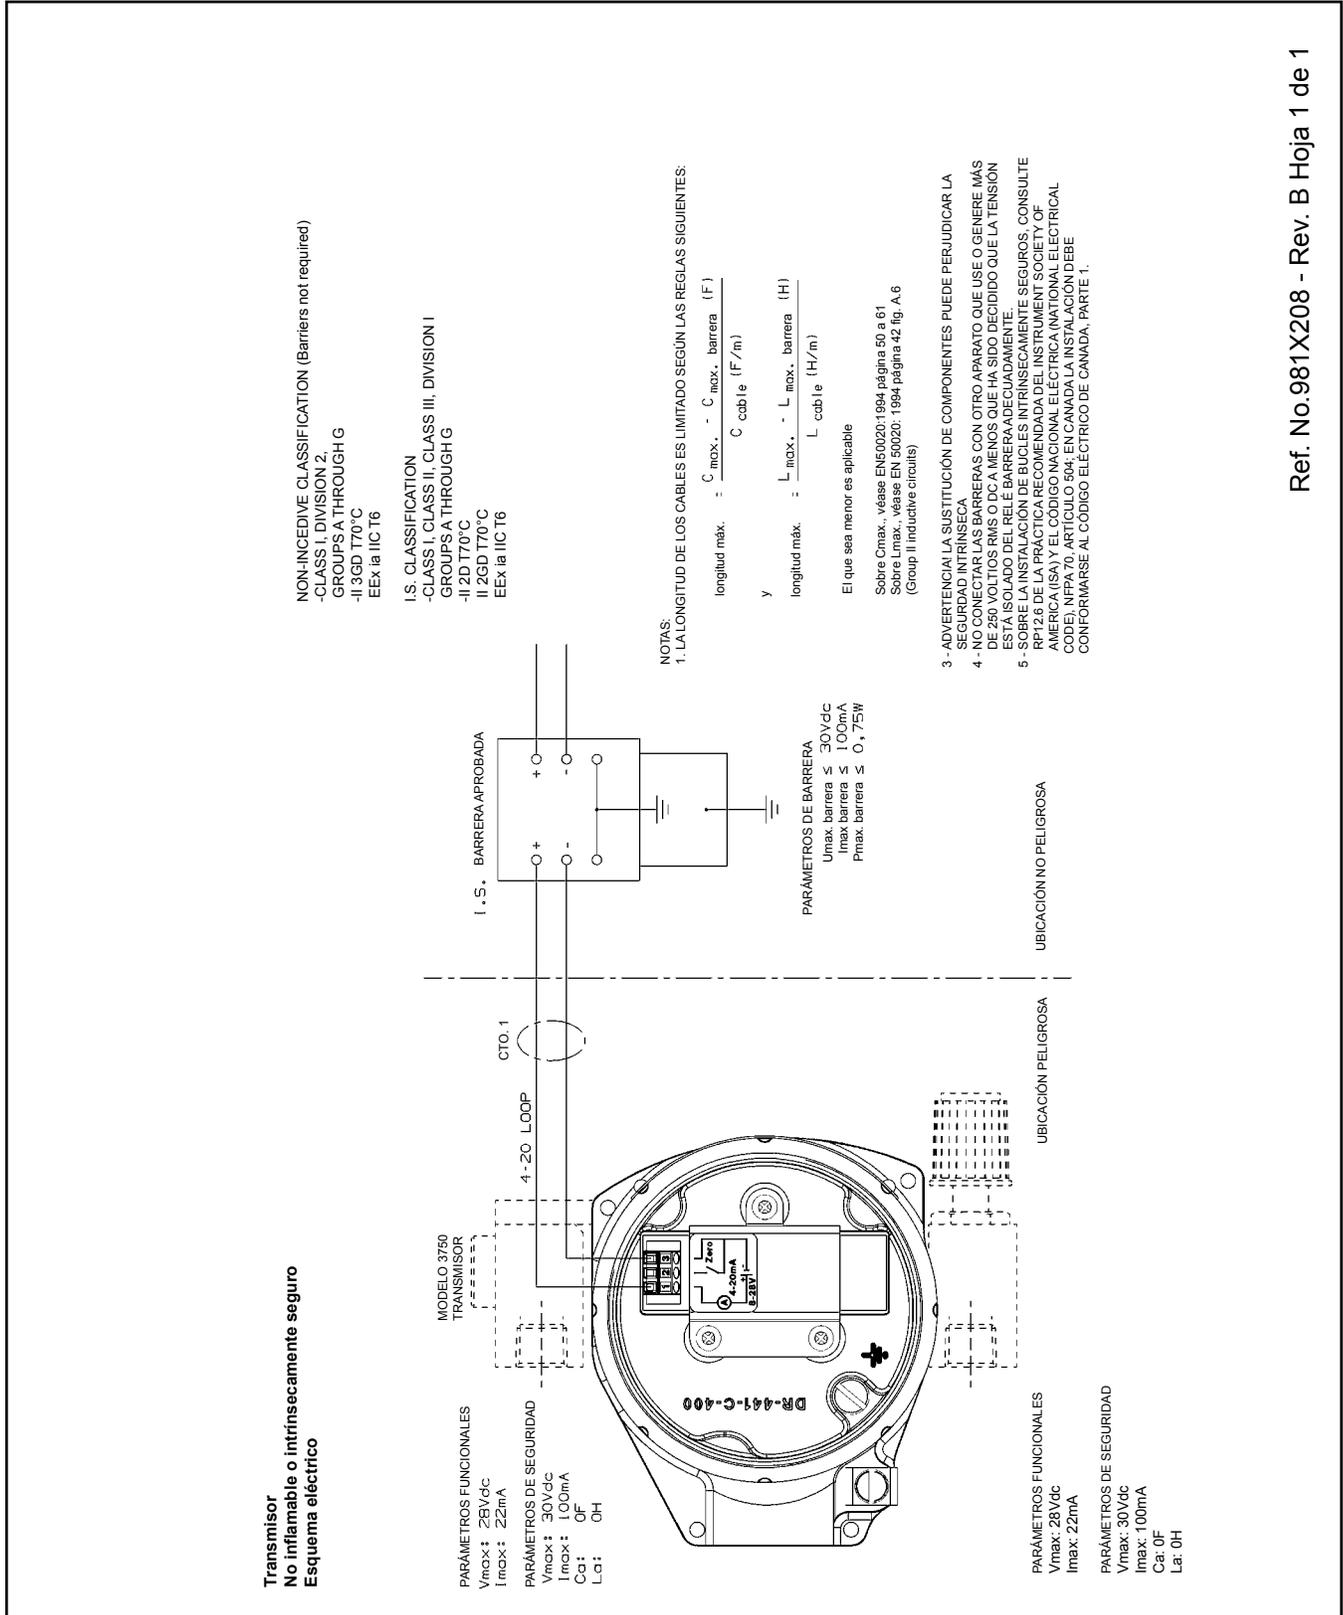

Figura 2-7 Esquema eléctrico del transmisor en sistemas de S.I.
- B. Si el área está clasificado como División 2 y Zona 2, no es necesario instalar una barrera y los parámetros de cables no son aplicables. El código eléctrico requiere usar tubos conductores para proteger los cables. Consulte Figura 2-7